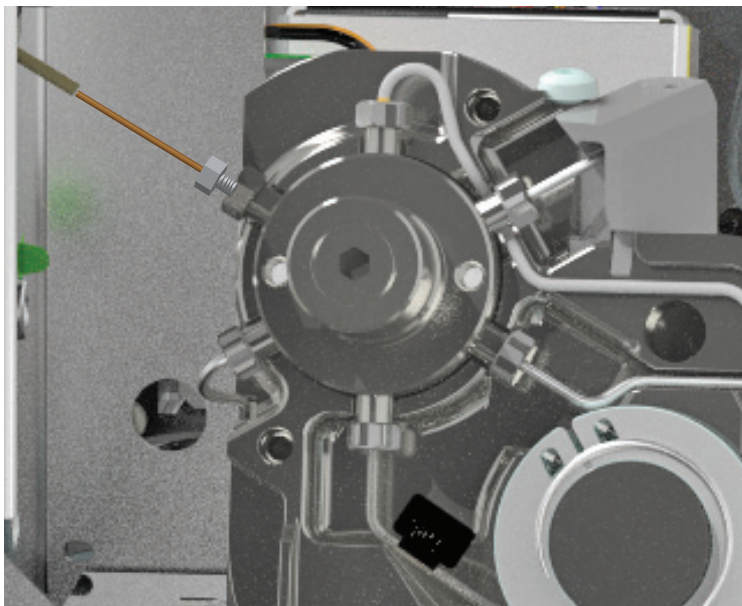

Figure 7. Réducteur interne de 3/16 de pouce avec le capot de la vanne retiré.
- 7 Desserrez l'écrou de 3/16 de pouce à l'intérieur du réducteur interne (**Figure 7**).